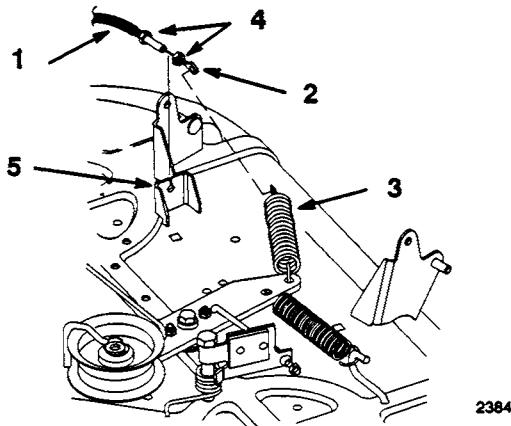

Bild 46
10. Die erste Klemmutter entfernen und die zweite Klemmutter ganz auf den Messerbodenzug (ZWA) aufdrehen. Das Kabel durch den Schlitz im Mähdeck drehen und die zweite Klemmutter auf das Kabel aufdrehen (Bild 46).
11. Das Ende des Messerbodenzugs (ZWA) in die Mitläufefeder einhaken (Bild 46).